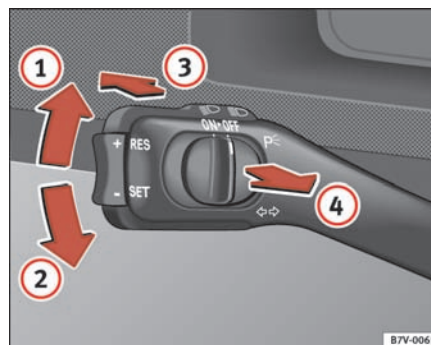

Fig. 74 Blink- og fjernlysarm
- Skub armen helt op  **fig. 74 ①** for at blinke mod **højre** og helt ned **②** for at blinke mod **venstre**.